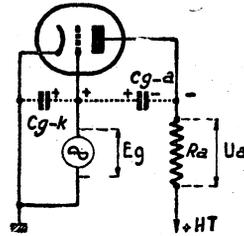

Fig. 3. — Explication de l'effet Miller. — Cas d'une charge ohmique.
a) *Cas d'une charge purement résistante* : Considérons pour simplifier un tube triode, chargé par une résistance pure (fig. 3).